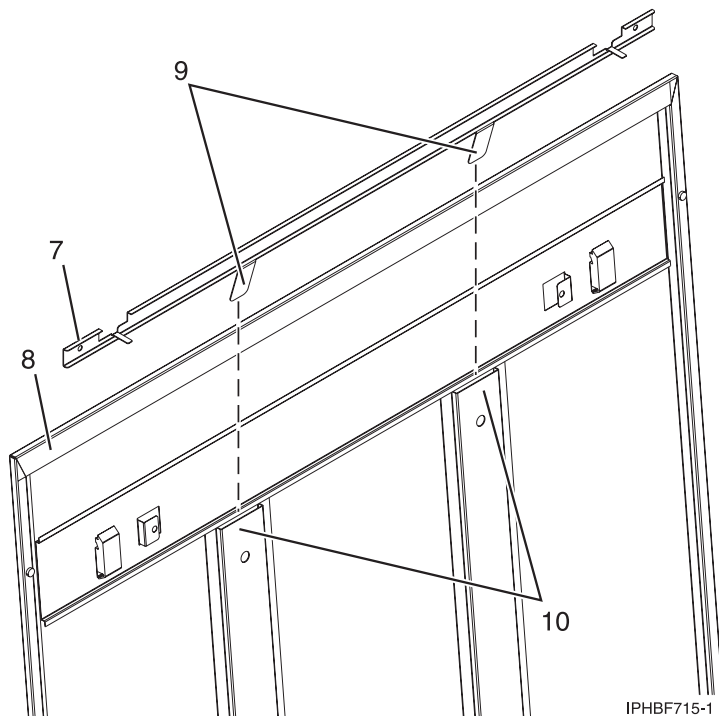

Figure 27. Installation d'une glissière de sécurité
- b. Placez la partie plate de la glissière (7) face à la partie intérieure du panneau (8) (voir la figure 27, à la page 35) et insérez les deux taquets (9) de la glissière dans les deux canaux de support verticaux (10) situés sur le panneau latéral.